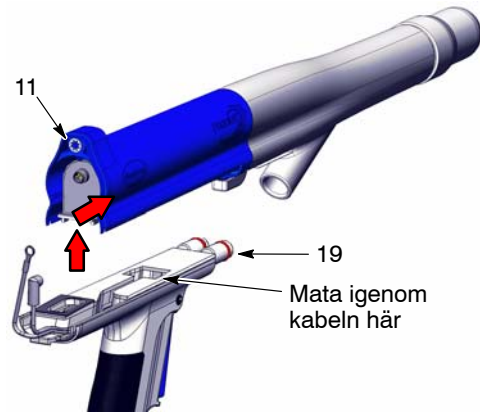

Bild 22 Delning av pistolkropp och handtag
9. Se bild 22. Lyft upp pistolkroppens bakre del (11) så att den släpper från handtaget, tryck därefter kroppen frammåt för att skilja den från handtaget.